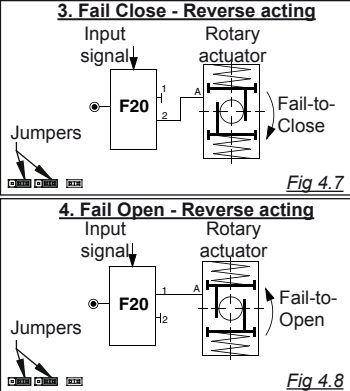

Fig 4.7
1. Modifiez la tuyauterie (voir fig. 4.7 ou 4.8).